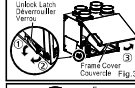

Fig.3 Frame cover Couvercle
1. Open the frame cover by unlocking the latches. If not convenient for maintenance you also can remove the frame cover. (Fig.3)
1. Ouvrez le couvercle en déverrouillant les verrous. Si cela n'est pas pratique pour la maintenance, vous pouvez également le couvrir. (Fig.3)